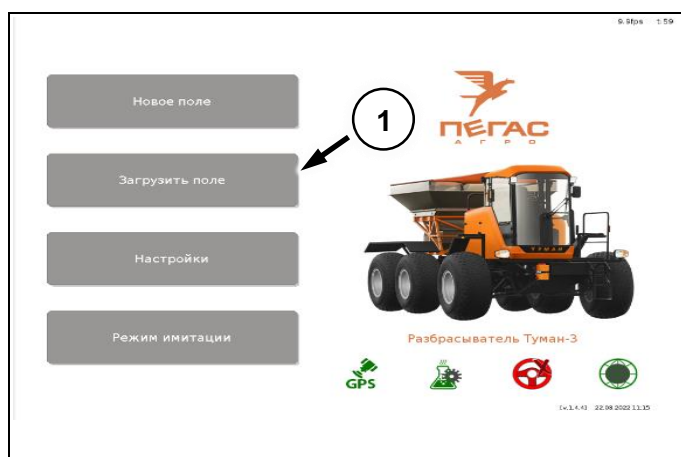

Рис. 66
- Зайти в меню «Загрузить поле» (Поз. 1) (Рис. 66).